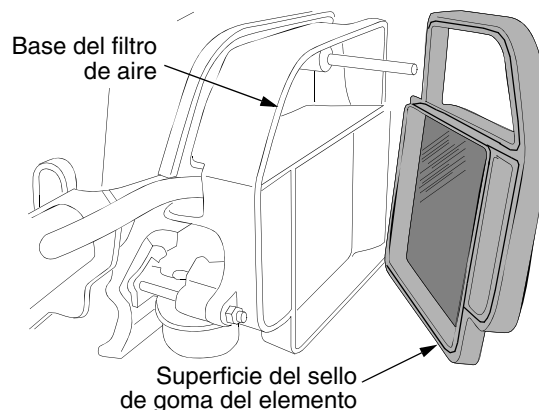

Figura 26
- Instale el elemento depurador de aire de reemplazo con el lado plisado hacia "afuera" y coloque el sello de goma sobre los bordes de la base del depurador de aire. Vea Figura 26.